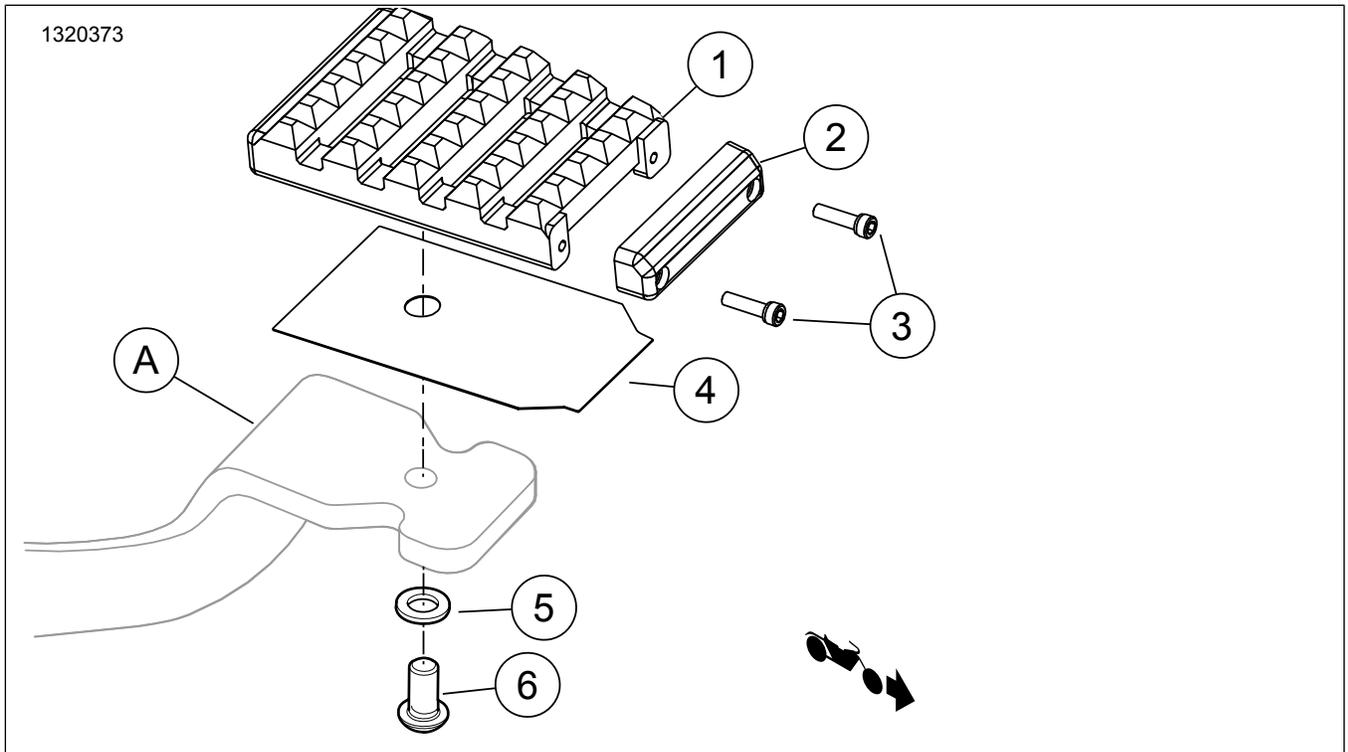

Figura 1. Contenuto del kit: Componenti inserto del pedale del freno
1. Vedere Figura 1 Allineare e far scorrere il **nuovo** inserto del pedale del freno (1) e l'inserto (4) sull'estremità della leva del pedale del freno (A).
2. Montare la rondella piatta (5) e la vite (6).
3. Infilare la vite (6) nel foro nella leva del freno a pedale (A) e nella parte posteriore dell'inserto del pedale del freno (1). Serrare.
1. Vedere Figura 1 Rimuovere le viti (3).
2. Sostituire la finitura o il piolo antiusura (2) ove necessario.
3. Applicare una goccia di frenafilletti sulle viti (3).